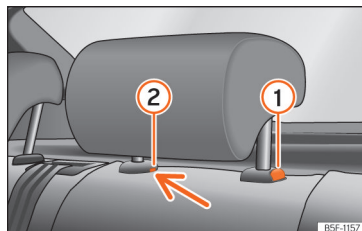

Abb. 69 Kopfstütze hinten: Ausbau.
- Drücken Sie die Taste » » (Abb. 69) ① sowie gleichzeitig mit einem Schlitzschraubendreher (Breite max. 5 mm) in die Öffnung der Verriegelung ② und ziehen Sie die Kopfstütze heraus.